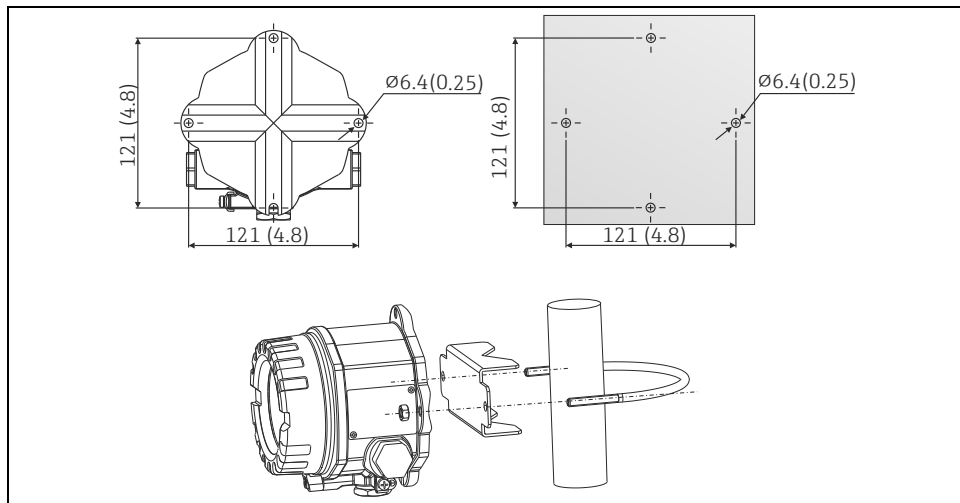

Fig. 1: Montage direct sur mur ou sur colonne (dimensions en mm (in))
- Percer 2 trous. Gabarit et écart des perçages → Fig. 1
L'étrier de montage est conçu pour les colonnes avec un diamètre entre 1,5 in et 3,3 in. Pour le montage de l'appareil sur une colonne, procéder comme suit :→ Fig. 1